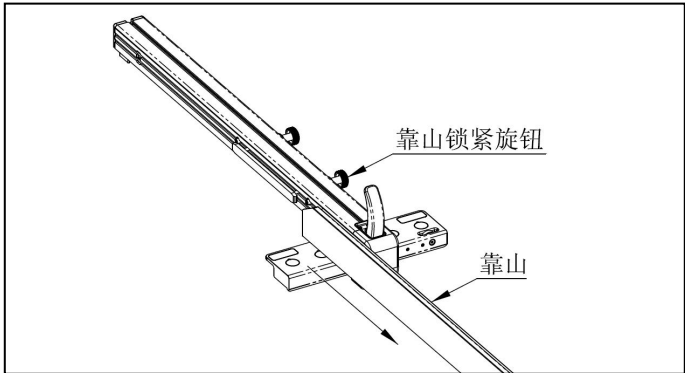

图 6-14
- (1) 如图 6-14 所示，松开靠山锁紧旋钮，拆下靠山，备用。重新锁紧靠山锁紧旋钮。
- (2)